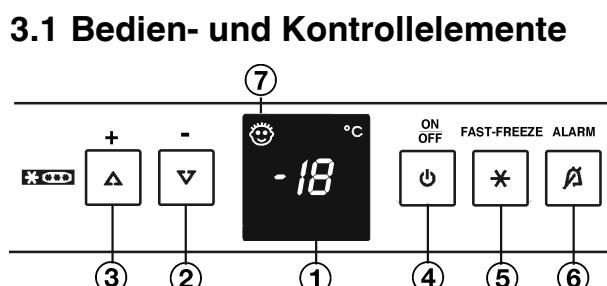

Fig. 2
- Taste On/Off Fig. 2 (4) drücken.
- Einstellmodus aktivieren: Taste Fast-Freeze Fig. 2 (5) ca. 5 s drücken.
- Mit Einstelltaste "+" Fig. 2 (3) und Einstelltaste "-" Fig. 2 (2) h wählen.
- Bestätigen: Taste Fast-Freeze Fig. 2 (5) kurz drücken.
- Anzeige heller einstellen: Einstelltaste "+" Fig. 2 (3) drücken.
- Anzeige dunkler einstellen: Einstelltaste "-" Fig. 2 (2) drücken.
- Bestätigen: Taste Fast-Freeze Fig. 2 (5) drücken.